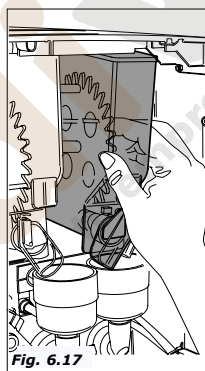

Fig. 6.17
- desmontar todos los contenedores de producto del distribuidor (Fig.6.17).